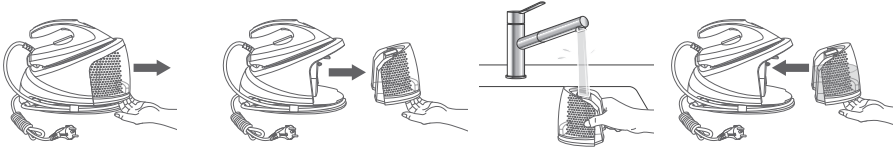

Рис.2
2. Утримуючи ручку (7) під резервуаром для води (4), потягніть його прямо, щоб зняти резервуар для води з основи парової станції (5) (рис. 2).
3. Заповніть резервуар водою з-під крана через отвір для наливання (3). Не перевищуйте позначку рівня «MAX» (1,2 л).